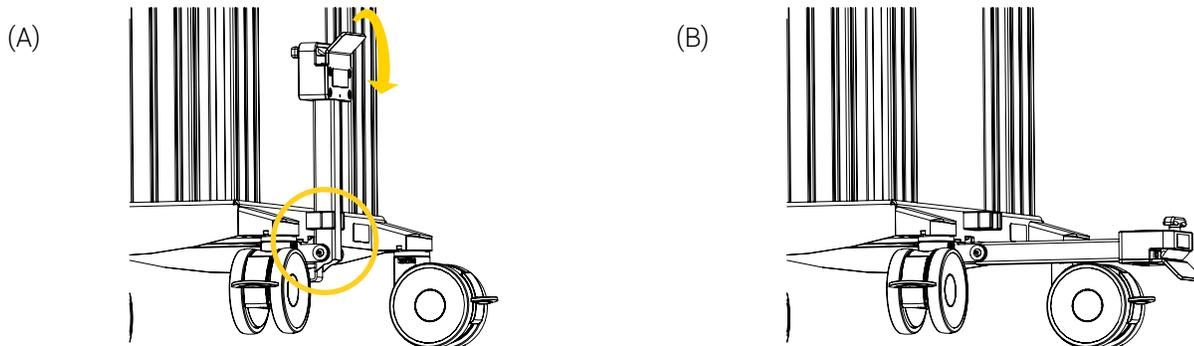

Figure 6 : Pivotement du bras rabattable
2. Au besoin, désengager le système de freinage des quatre (4) roulettes pivotantes à double roue du Chariot néonatal THS.
3. Au besoin, désengager les quatre (4) freins de blocage de l'incubateur, puis engager la roulette de direction pour faciliter les déplacements rectilignes.
- Descendre le bras rabattable du Chariot néonatal THS avec votre pied pour le détacher de son support (Figure 6 A), puis faire pivoter le bras vers l'avant jusqu'à sa position finale (Figure 6 B).